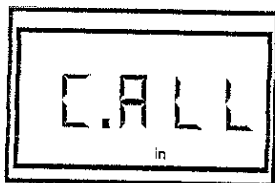

Figure 3-1
C.ALL (figure 3.1) indique que la mémoire est vide. Si tel n'est pas le cas, référez vous à la section 3.9 pour la nettoyer.
Pendant que C.ALL (figure 3.1) est affiché, appuyez sur  ou  pour sélectionner le nombre de fichiers souhaités (un au minimum) : "n.001" égale un fichier, "n.002" égale 2 fichiers, etc...